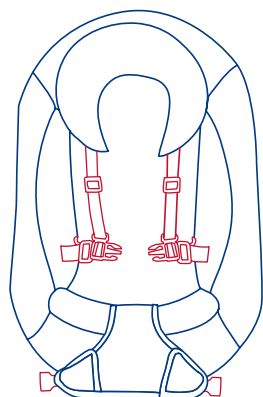
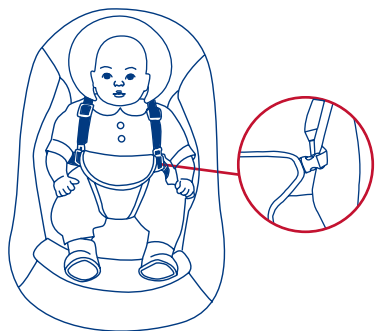

Fig. 10a
Fig. 10b
- 10) • Place your child's arms through the loops formed by the shoulder and waist straps (Fig. 10a). Place the crotch strap between your child's legs. Insert the male end of each shoulder / waist belt into the female buckle (repeat for other side). (Fig. 10b)
- Coloque los brazos de su niño a través de los bucles formado por los hombros y las correas de la cintura. Coloque la correa de la entrepierna entre las piernas del niño.(Fig. 10a) Inserte el extremo macho de cada cinturón de hombro / cintura en la hebilla hembra (repita para el otro lado). (Fig. 10b)
- Passer les bras de votre enfant à travers les boucles formées par les sangles d'épaule et de taille. (Fig. 10a). Placez la sangle de l'entre-jambe entre les jambes de votre enfant. Insérer l'extrémité mâle de chaque courroie d'épaule et de taille dans la boucle femelle (répéter pour l'autre côté). (Fig. 10b)